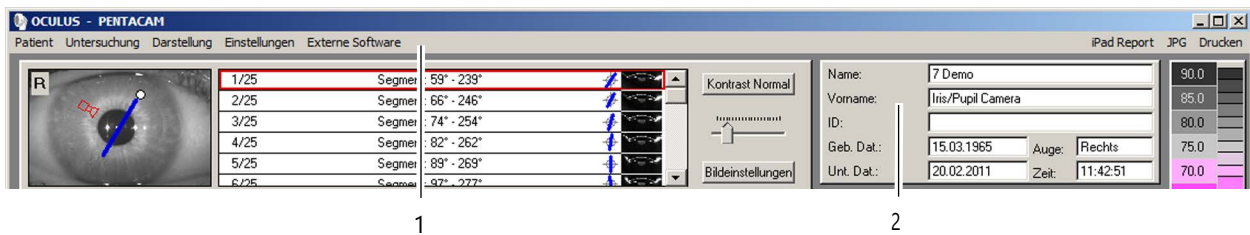

Abb. 8-1: Menüleiste Pentacam® / Pentacam® HR-Programm
- ➔ Wählen Sie im Pentacam®-Programm (*Abb. 8-1, Seite 30*) den Menüpunkt [Untersuchung] und klicken Sie auf [Scan].